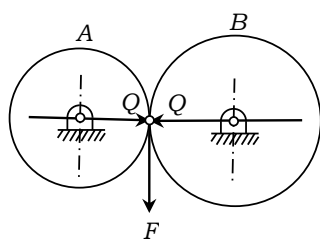

図 2.21-5 摩擦車
① 摩擦車：**摩擦車** (friction pulley; friction wheel) は図 2.21-5 のように両方の車を Q の力で押し付けると、接線力 $F \leq \mu Q$ の力まではすべることなく動力の伝達出来る。ころがり摩擦に相当する摩擦モーメントは作用するが、その値は非常に小さい¹⁾。